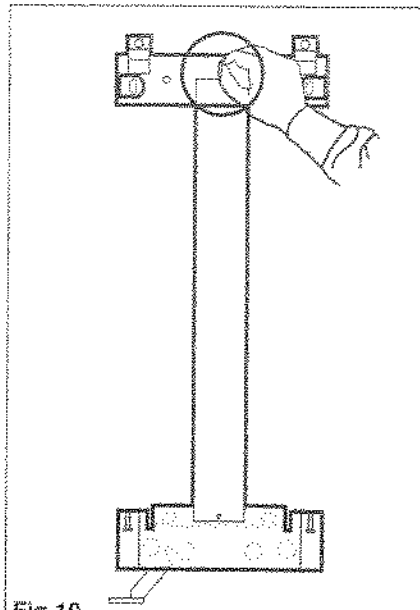

Fig.10
- Le présenter à l'endroit choisi pour l'accrochage de la chaudière, il est possible de le faire tenir de façon provisoire à l'aide d'une pointe (fig 10), le temps de vérifier l'horizontalité de la platine supérieure au moyen d'un niveau.